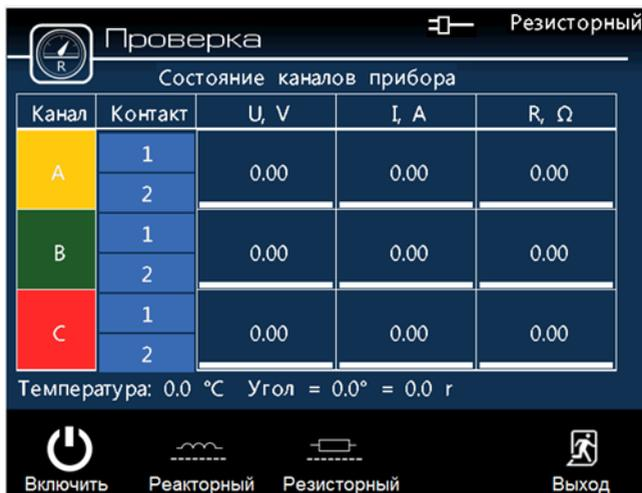

Рисунок 34 – Окно проверки резисторного режима
**Резисторный** на сенсорном экране. В верхнем правом углу появится надпись: «Резисторный», рисунок 34.